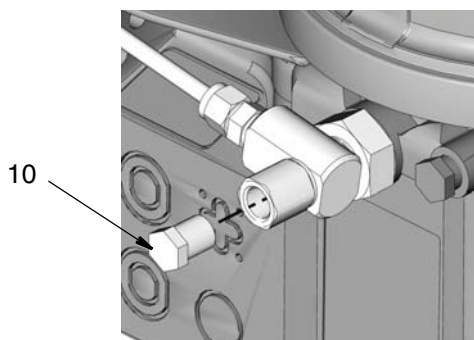

FIG. 6
11. Serrare i dadi dei tubi (3) solamente con la chiave.
12. Serrare le viti cave (6) a 45,7 N•m (35 piedi lb) in ogni posizione.
13. Applicare sigillante per filettature alle filettature del tappo (10). Installare il tappo nella posizione dell'uscita inutilizzata (FIG. 6).
13. Serrare i dadi dei tubi (3) solamente con la chiave.
15. Applicare sigillante per filettature alle filettature del tappo (10). Installare i tappi nelle posizioni delle uscite inutilizzate (FIG. 6).